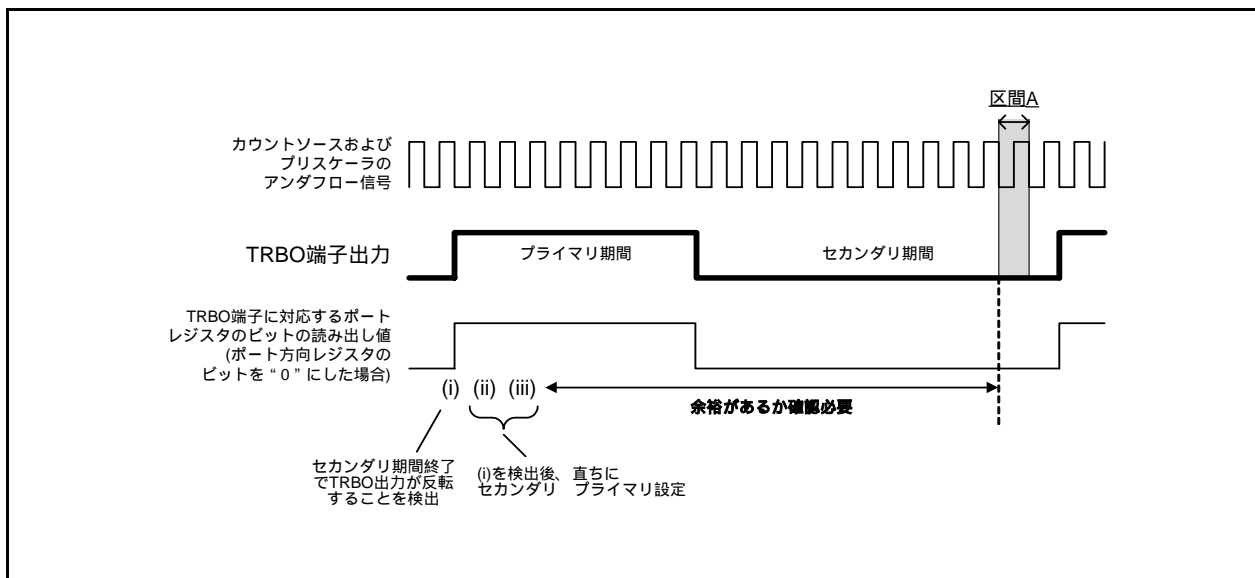

図22.3 対策例(b)のTRBO端子出力値を読む例
- (1) カウント中(TCSTFビットが“1”)にTRBPRESレジスタ、TRBPRレジスタに書き込む場合は、下記の点に注意してください。
- (2) カウント中(TCSTFビットが“1”)にTRBSCレジスタ、TRBPRレジスタを変更する場合は、タイマRB割り込み等でTRBO出力周期に対して同期を取り、同一出力周期内で一度だけ行うようにしてください。また、図22.2および図22.3の区間Aで、TRBPRレジスタへの書き込みが発生しないことを確認してください。
図22.3に示すようにTRBO端子の出力レベルからプライマリ期間の開始を検出し、プライマリ期間の開始直後に、TRBSCレジスタ、TRBPRレジスタへ書いてください。書き込みは区間Aまでに終了させてください。なお、TRBO端子に対応するポート方向レジスタのビットを“0”(入力モード)に設定し、ポートレジスタのビットの値を読むと、読んだ値はTRBO端子の出力値になります。